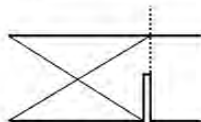

Fig. 10
- > Espere hasta que la muela de tronzado (22) funcione a máxima velocidad antes de ponerla en contacto con la pieza de trabajo.
- > Tenga en cuenta el borde de corte cuando corte sobre líneas marcadas. No corte directamente sobre la línea si no próximo a ella (Fig. 10).
- > Sujete la empuñadura para bajar la muela de tronzado (22) lentamente con una presión uniforme a través de la pieza de trabajo.
- > Guíe la unidad del motor (19) hacia arriba después del corte y apague el producto.
- > Espere hasta que la muela de tronzado (22) se haya detenido por completo antes de retirar la pieza de trabajo y las piezas de deshecho.